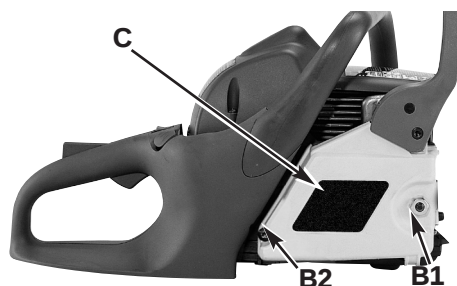

Fig. 18
2. Retire la tuerca (B1) que retiene la barra y el tornillo (B2) en la parte posterior de la tapa del embrague (C). Retire la tapa del embrague (C) halando hacia afuera, pudiera ser necesario hacer algo de fuerza (Fig. 18). Quite la barra y encadénela.
3. Para instalar la barra coloque el extremo ranurado de la barra guía sobre el perno de la barra (F). Deslice la barra guía detrás del tambor de embrague (G) hasta que se detenga la barra guía (Fig. 18).